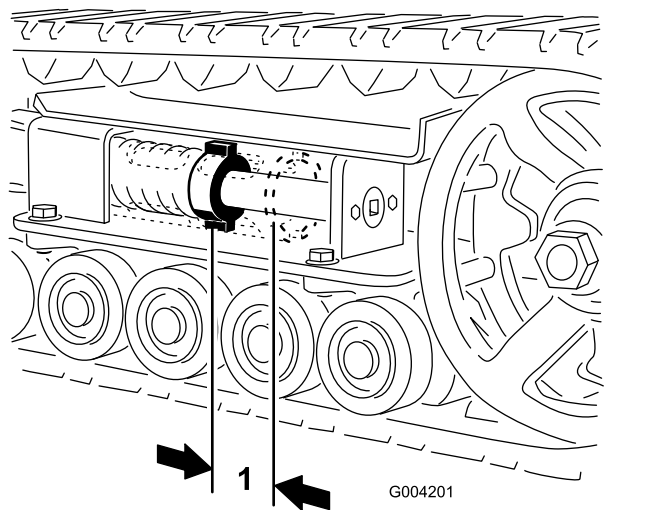

Figura 46
Deve essere presente uno spazio di 7 cm tra il dado di tensione e la parte posteriore del tubo di tensione (Figura 46). In caso contrario, regolare la tensione dei cingoli eseguendo la procedura di seguito riportata:
5. Utilizzando un cricchetto di trasmissione da 1/2", ruotate la vite di tensione in senso antiorario, fino a quando la distanza tra il dado di tensione e la parte posteriore del tubo di tensione (Figura 46) non è pari a 7 cm.
12. Ruotate la vite di tensione in senso antiorario, fino a quando la distanza tra il dado di tensione e la parte posteriore del tubo di tensione (Figura 46) non è pari a 7 cm.
- Ruotate la vite di tensione in senso antiorario, fino a quando la distanza tra il dado di tensione e la parte posteriore del tubo di tensione (Figura 46) non è pari a 7 cm.